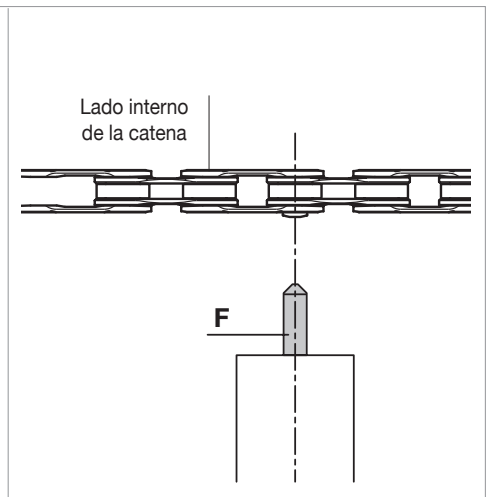

Fig.18
- Comprobar que la punta cónica de la pieza de empuje esté alineada con el centro del casquillo ULTRA-LINK 5-CN-SR700 (Fig. 18).